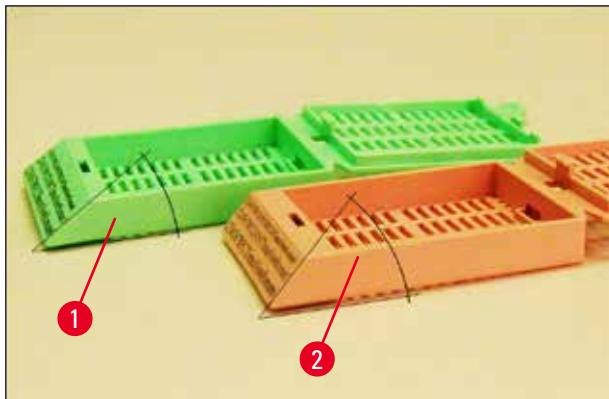

図 8
- 下図 (→ "図 8") に示すように、カセットには、印字面の角度(底面を基準に測った角度)が 35 ° (→ "図 8-1") と 45 ° (→ "図 8-2") の 2 種類があり、角度によって印字可能面の大きさが異なります。